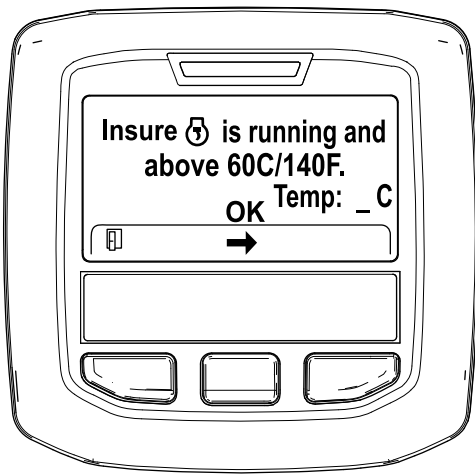

Figura 45
5. Se a temperatura do líquido de refrigeração for inferior a 60 °C, surge a mensagem "Insure is running and above 60C/140F" (Confirme que está a trabalhar e acima de 60C/140F) (Figura 45).